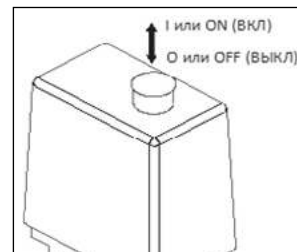

Рис. 6
12. При перерывах в работе выключатель реле давления должен находиться в положении «О» / «OFF» (в зависимости от исполнения) (Рис. 6).
- Проверьте, чтобы выключатель на реле давления находился в выключенном положении «O» / «OFF» (в зависимости от исполнения) (Рис. 6).
- Включите компрессор выключателем на реле давления. Для этого необходимо переключить выключатель в положение «I» или «ON» (в зависимости от исполнения) (Рис. 6).
- Выключите компрессор выключателем на реле давления. Для этого необходимо переключить выключатель в положение «О» или «OFF» (в зависимости от исполнения) (Рис. 6). После этого остановится электродвигатель и произойдет сброс давления из нагнетательного воздухопровода и поршневого блока.